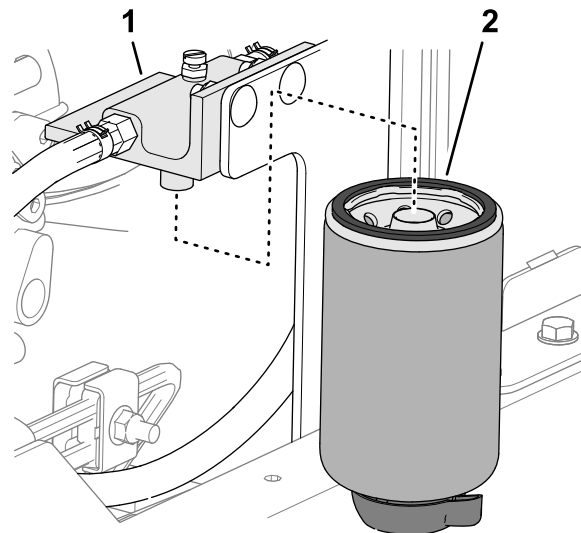

図 84
2. フィルタヘッドとキャニスタを洗浄する **図 84**。